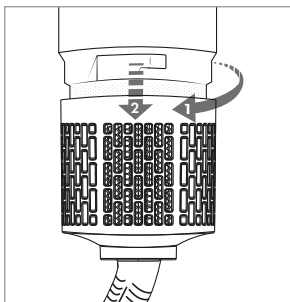

Abb. 9
- Um den Lufterlass zu reinigen, drehen Sie das Lufterlassgitter **5** gegen den Uhrzeigersinn und lösen es vom Gerätegehäuse (s. Abb. 9). Verwenden Sie ein trockenes Tuch oder einen weichen Pinsel oder Bürste, um den Staub vom darunter liegenden Filtergewebe zu entfernen, bis es von allen Rückständen vollständig befreit ist. Befestigen Sie anschließend das Lufterlassgitter **5** wieder am Gerätegehäuse, indem Sie das Lufterlassgitter **5** bis zum Anschlag im Uhrzeigersinn drehen.